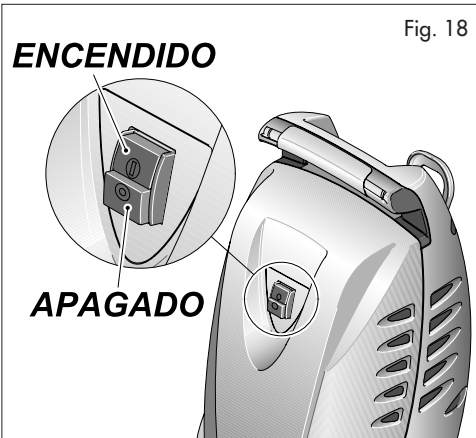

Fig. 18
7. Desplacen el interruptor **ON/OFF** en posición **ON** (Fig. 18).
- Llevar el botón de potencia a "OFF" para detener la máquina (Fig. 18).